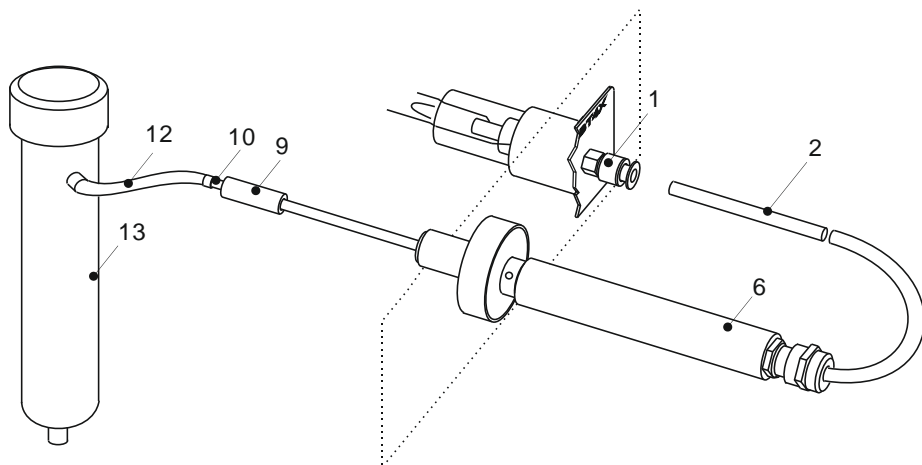

Рис. 6
3.6. Проверка величины расхода производится после подсоединения пробоотборника или удлинителя пробоотборника, а также при существенном увеличении времени нарастания показаний и/или времени возврата к нулевым показаниям. Подсоедините ротаметр ко входу газоанализатора, используя заглушку, установленную в трубку силиконовую (рис. 6), и измерьте расход, значение которого должно быть не менее 200 мл/мин. Если значение расхода газоанализатора отличаются от указанного, обратитесь к разделу 4.
3.7.2. Для проверки нулевого сигнала соедините фильтр-поглотитель с входом пробоотборника (рис. 6), для чего отсоедините трубку 12 от штуцера фильтра-поглотителя 13 и наденьте ее на заглушку 10, трубку силиконовую 9 соедините с пробником, через 10 минут зафиксируйте показания индикатора. ФИД не должны превышать  $5 \text{ мг/м}^3$ .